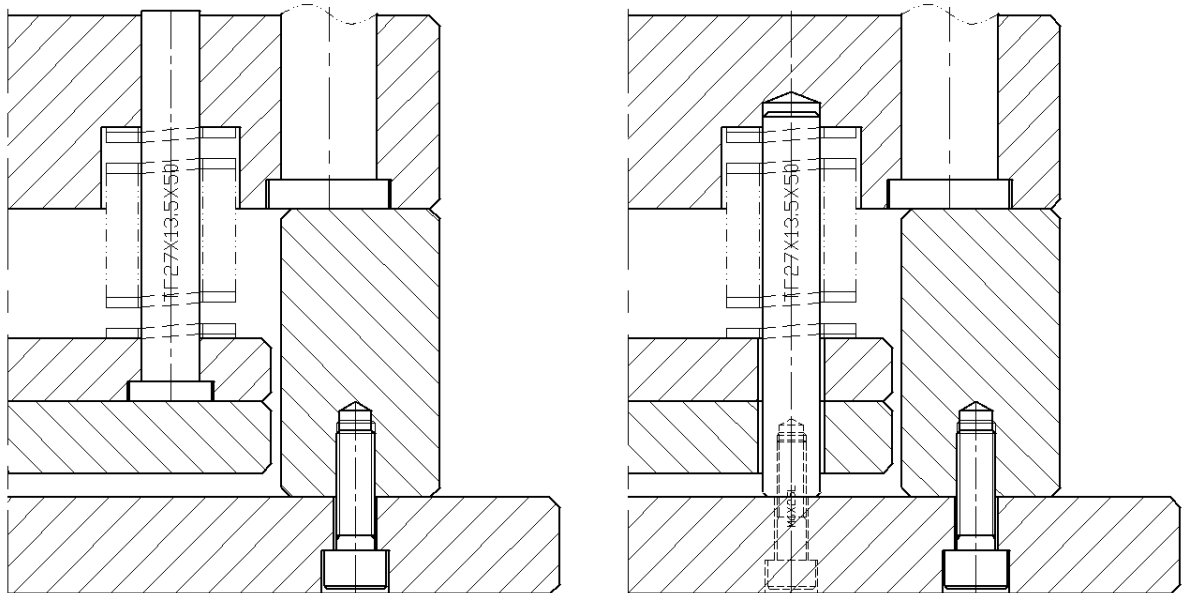

图 7-11 复位弹簧装配
(1) L2 为弹簧预压后的长度，L1 为顶出行程；
(2) 弹簧一般套在回针上，如果空间不够，则可设计成右图所示，套在扶针上面如图 7-11 所示；
(3) 弹簧的数量取决于顶针板的重量，所有弹簧处于预压状态的力相加，应是顶针板质量的 1.5~2 倍。当空间不够，或弹簧提供的力无法达到要求时，则考虑氮气弹簧或液压油缸顶出。
(4) 以黄弹簧压缩比为 45%，蓝弹簧压缩比为 36% 的计算，表中 L1 与 L2 常取仅供参考：